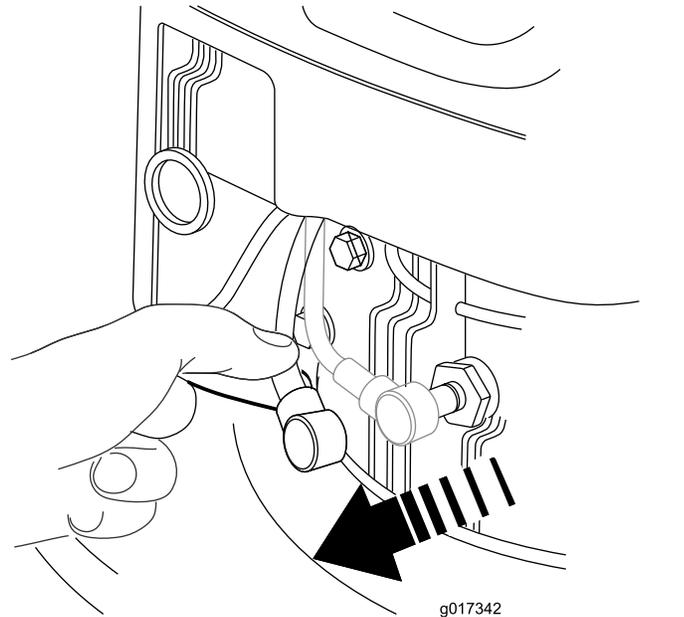

图19
2. 在执行任何维护程序之前应断开火花塞上的火花塞电线图19。